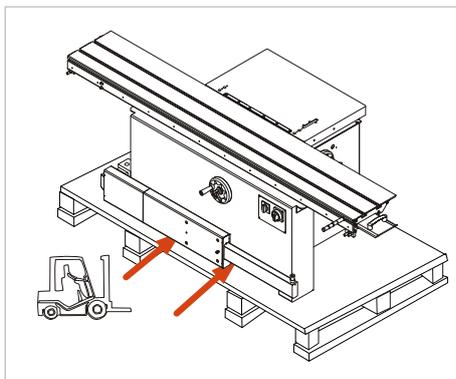

Abbildung 10: Abstellen mit Gabelstapler
- Dann die unterfahrbare Maschine mit dem Gabelstapler von der Palette herunterheben und die Gabel des Staplers so zuführen, wie es in ⇒ Abbildung 10 veranschaulicht ist.